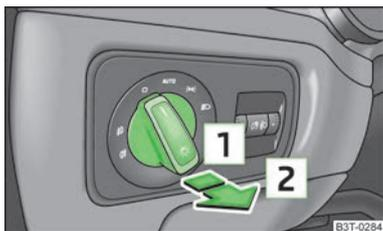

Abb. 32
- Zunächst den Lichtschalter in Stellung **☞** oder **☞D** » Abb. 32 drehen.
- Zunächst den Lichtschalter in Stellung **☞** oder **☞D** » Abb. 32 auf Seite 53 drehen.